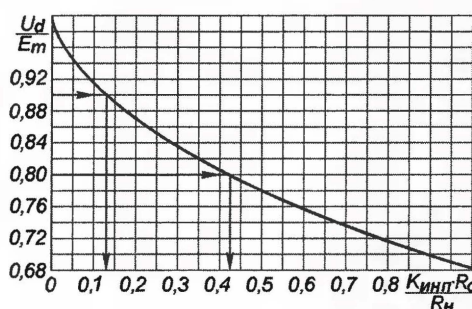

Рис. 2
определить изменения питающего напряжения U_d в зависимости от сопротивления нагрузки усилителя (при максимальной мощности синусоидального сигнала), воспользовавшись графиком зависимости $U_d/E_m = F(K_{\text{инп}} R_o / R_n)$, изображенным на рис. 2.
Если необходимо обеспечить уменьшение питающего напряжения при максимальной мощности, например, не более чем на 10 % ($\cos \theta = 0,9$) относительно режима холостого хода блока питания, сопротивление обмоток трансформатора, приведенное к полной вторичной обмотке, должно быть не более 0,64 Ом (определяется из (7) или по графику на рис. 2). Такое сопротивление обеспечит трансформатор стержневой конструкции габаритной мощностью около 300 В·А.